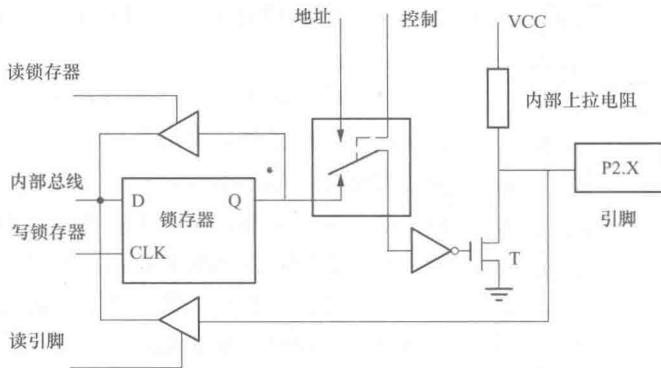

图 1-7 P2 口
3) P2 口 (见图 1-7)。P2 口在电路上比 P1 口多了一个多路转换电路 MUX, 与 P0 口一样,